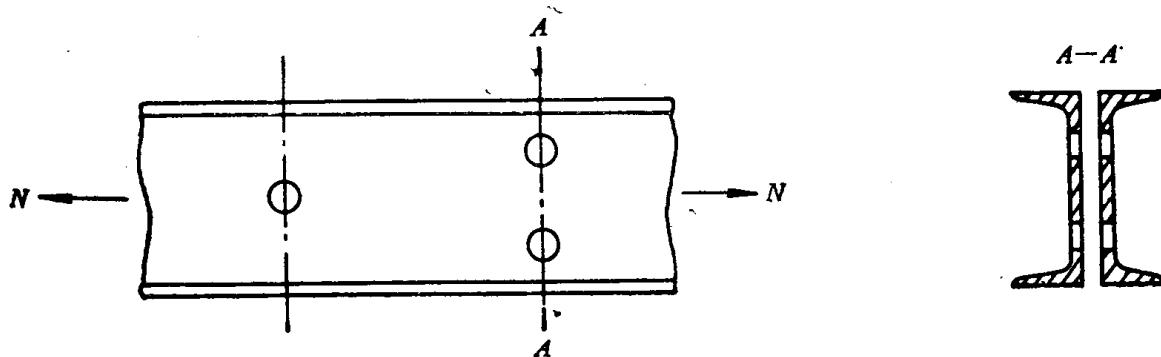

图 4-4
- 4-9 计算拉杆的强度，截面为 2[36 a，材料为 Q 235，拉力 $N = 2000 \text{ kN}$ ，许用应力 $[\sigma] = 175 \text{ MPa}$ ，拉杆如图 4-4 所示。